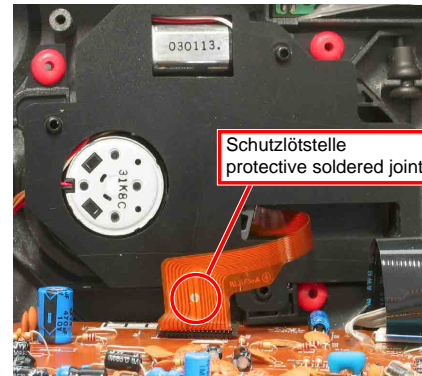

Fig. 8
**Achtung** ⚠: Vor dem Lösen der Steckverbindung zur Lasereinheit muss die Schutzlötstelle (Fig. 8) auf dem Flexprint zugelötet werden!
Beim Einbau einer neuen Lasereinheit (CD-Laufwerk) muss nach Einstecken des Steckverbinders die werkseitig angebrachte Schutzlötstelle (Fig. 8) entfernt werden!
**Attention** ⚠: Before unplugging the connectors to the Laser pick up the flexprint must be provided with a protective soldered joint (Fig. 8).
When inserting a new Laser pick-up (CD mechanism) the soldered joint (Fig. 8) fitted at the factory must be removed after the connectors are plugged in!